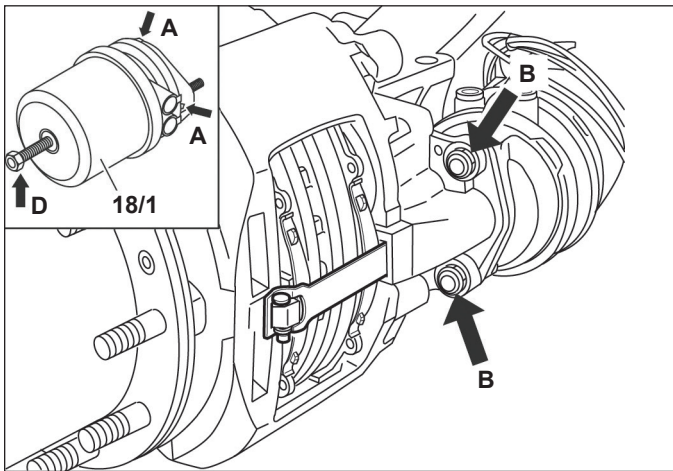

Figure 43 – Compression du ressort et dépose du récepteur
5.4.3 Une fois le véhicule sur une surface plane et ses roues bien calées, actionner la commande d'air sur le tableau de bord (généralement, pousser le bouton jaune en forme de losange) pour desserrer les freins à ressort (freins de stationnement). À l'aide du boulon de compression du récepteur (cf. Figure 43, flèche « D »), comprimer le ressort détendu de la tige de poussée à un couple maximal de 35 Nm (26 pi-lbf).
5.4.5 Actionner la commande sur le tableau de bord pour expulser l'air des récepteurs (généralement, tirer le bouton jaune en forme de losange). Le circuit étant dépressurisé, débrancher les tuyaux d'air du récepteur de freinage. Tout en supportant le récepteur en place, enlever et jeter ses écrous de montage (cf. Figure 43, flèches marquées « B »). Déposer le récepteur de freinage.
N. B. : Il est à noter que certains récepteurs neufs de frein à ressort comportent des bouchons de vidange (cf. Figure 43, flèches marquées « A »). Dans ce cas-là, enlever le bouchon le plus bas après l'installation (le point de vidange sélectionné doit alors être orienté vers le bas, ou à $\pm 30^\circ$ près). Sur les récepteurs de frein à ressort, monter les plaquettes avant de comprimer le ressort.